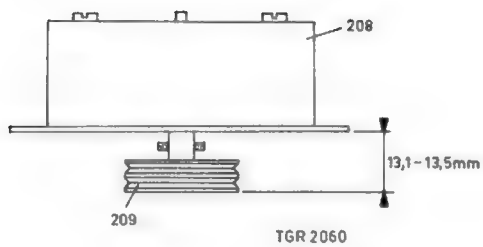

Fig. 33
Poelie pos. 209 moet zodanig worden ingesteld dat de afstand tussen de onderkant van de motor pos. 208 en de onderkant van poelie pos. 209 13,1 tot 13,5 mm bedraagt (zie fig. 33).